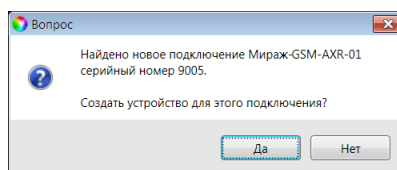

Рис. 5.11. Окно *Вопрос*
2. Подключите контроллер к ПК с помощью кабеля USB — mini-USB (см. схему в приложении 1). В открывшемся окне *Вопрос* нажмите кнопку *Да* (рис. 5.11).